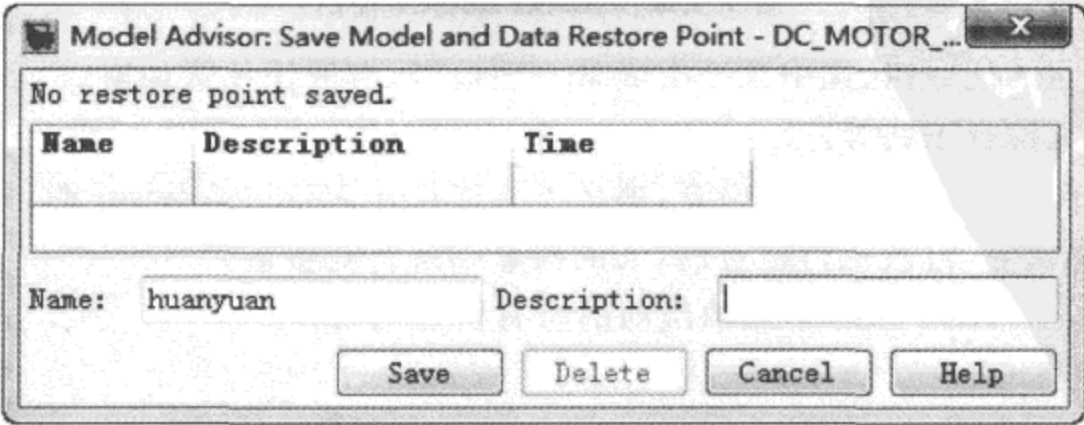

图 9.5.49 保存还原点
(1) 保存还原点。
① 确保当前的工作目录为模型所在的目录。
② 选择 Model Advisor 窗口菜单项 File→Save Restore Point As...。
③ 在还原点对话框下部的 Name、Description 栏输入还原点名称及描述文字,虽然描述不是必需的,但可以帮助用户区分各个还原点(图 9.5.49)。
④ 单击 Save 按钮,保存还原点。